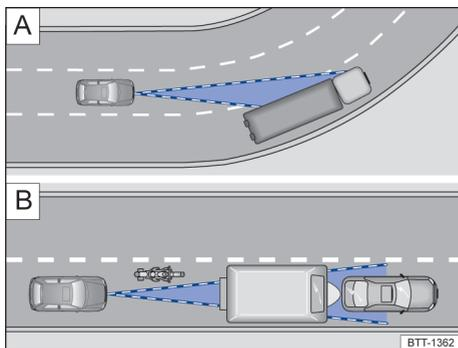

Fig. 100 [A] Condução em curva. [B] Veículos fora da área de alcance do sensor do radar
O sensor do radar sempre realiza as medições em sentido reto. Por isso, veículos em curvas fechadas podem ser acidentalmente detectados ou veículos a frente podem não ser detectados → Fig. 100 [A].
- Veículos que conduzem fora da área do sensor em pequena distância do próprio veículo, por exemplo, motocicletas → Fig. 100 [B].